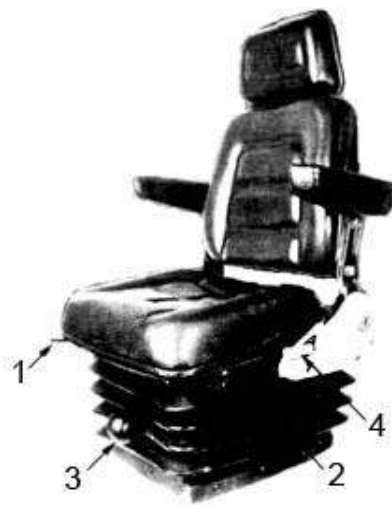

Рис. 2-29
2.2.3.5 Регулировка кресла оператора (Рис. 2-29)